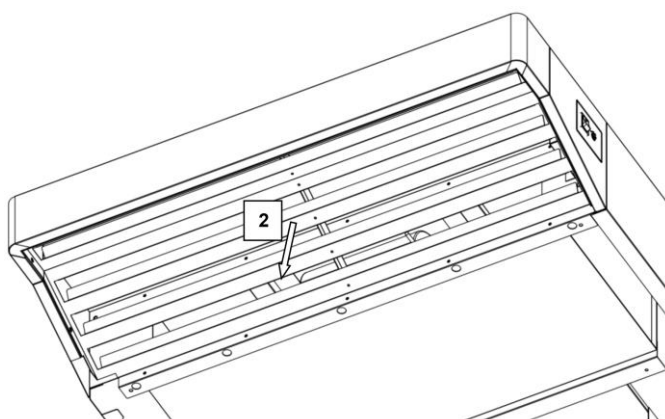

Fig. 4.2
- Fare scendere la griglia (Fig. 4.2. part. 2).